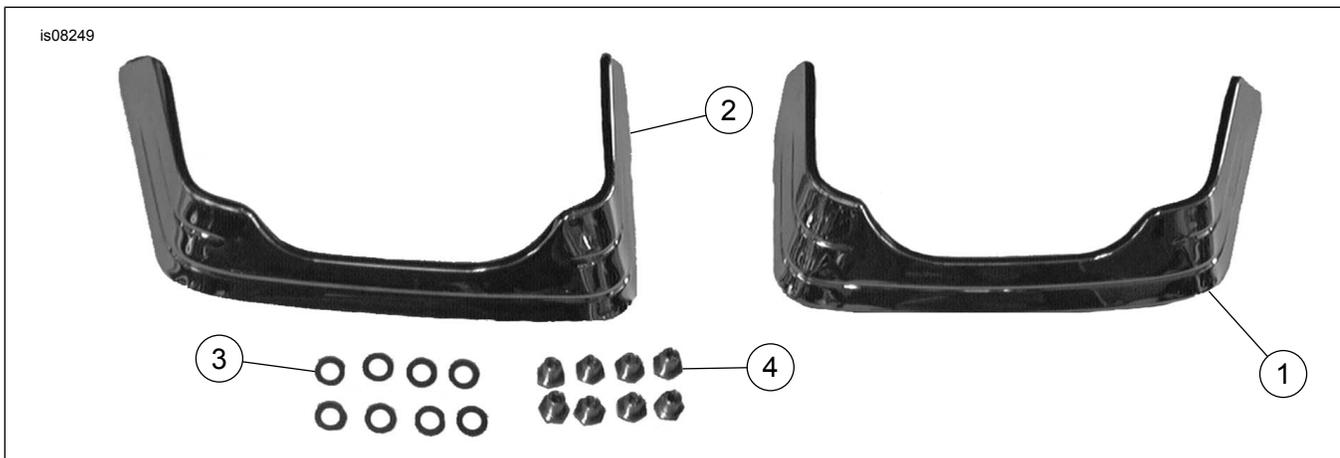

Abbildung 9. Ersatzteile
Siehe Abbildung 9 und Tabelle 1.
13. Siehe Abbildung 9. Die Nylonunterlegscheiben und Messingflügelmuttern aus dem Satz nehmen. Die Vorderseite des Kantenaufsatzes gegen den Satteltaschendeckel drücken. Eine Messingflügelmutter mit einer Nylonunterlegscheibe versehen und die Mutter auf einen der inneren Bolzen drehen. Den Arbeitsschritt am zweiten inneren Bolzen wiederholen. Die beiden Muttern zu diesem Zeitpunkt von Hand anziehen.